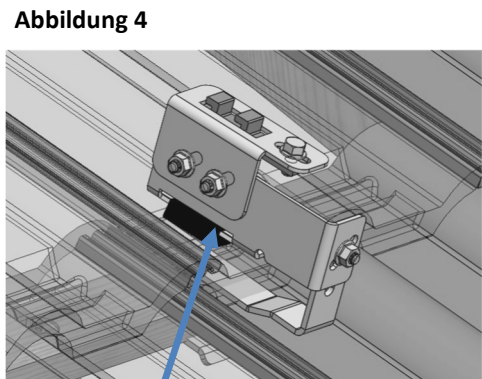

Abbildung 4
- Verschraubung fest anziehen. Das Auflagegummi muss auf Höhe der Traglattung liegen. (Abbildung 4)